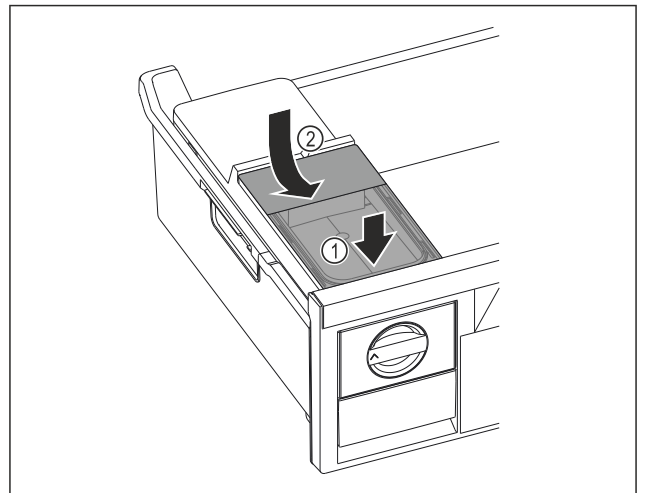

Fig. 99
- ▶ Placer le réservoir d'eau à l'avant. Fig. 99 (1)
- ▶ Abaisser le réservoir d'eau à l'arrière. Fig. 99 (2)